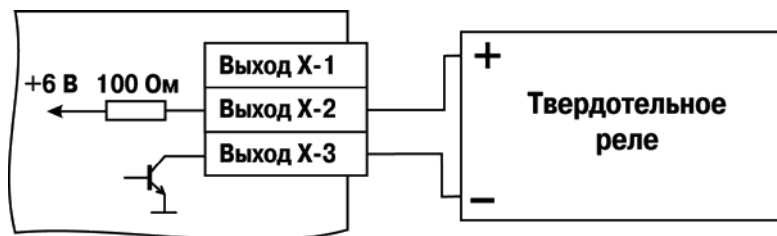

Рис. 5.4. Схема подключения твердотельного реле
**Выход Т** предназначен для непосредственного управления твердотельным реле. Выход не имеет гальванической развязки. Гальваническая развязка прибора и ИМ осуществляется за счет самого твердотельного реле. Схема подключения к входу Т приведена на рис. 5.4.